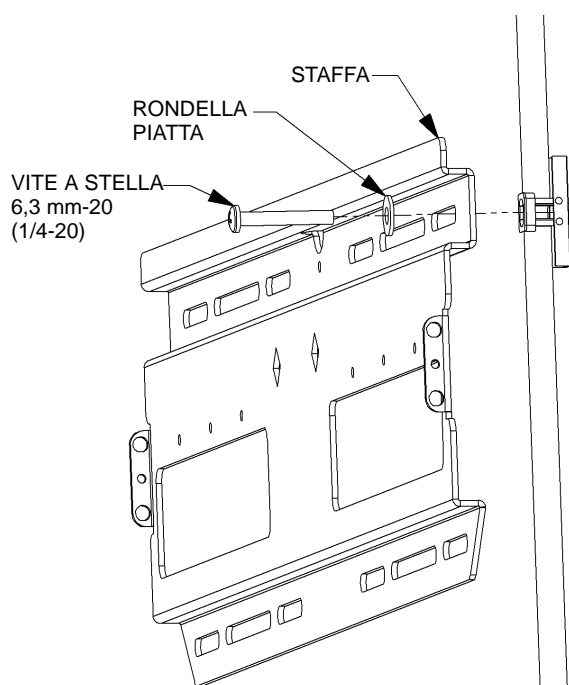

Figura 8.
7. Mediante le viti a stella 6,3-20 (1/4-20) (110) e le rondelle piatte (50), fissare la staffa alla parete (figura 8).